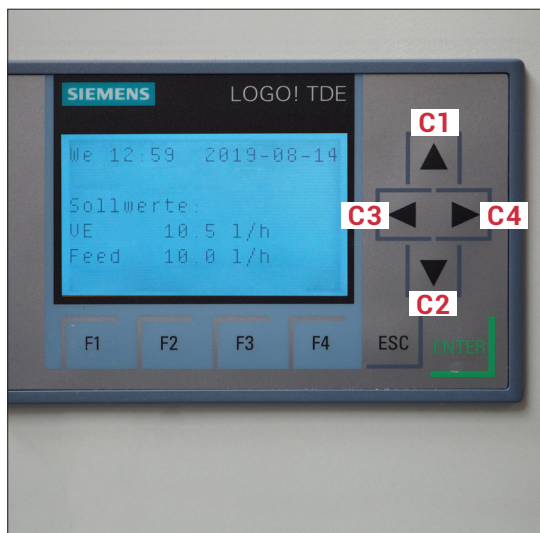

Abbildung 3: Display
- a. Die aktuellen Volumenströme werden im Display angezeigt (siehe Abbildung 3). Anzeige ggf. mit C1 oder C2 durchblättern.